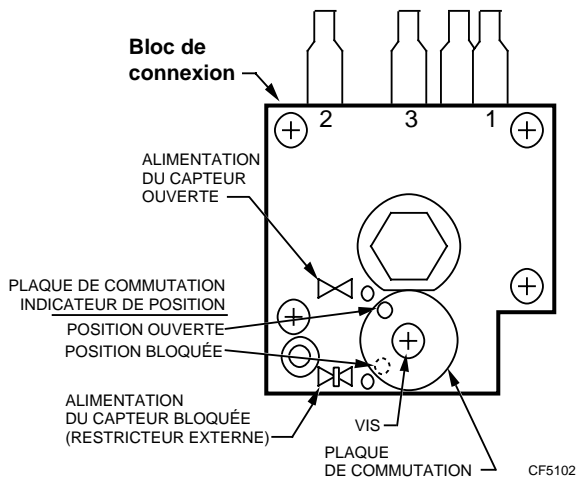

Fig. 3. Alimentation en air du capteur primaire.
- a. Dévisser la vis d'un tour (Fig. 3) et faire tourner la plaque de commutation de 90 degrés dans le sens antihoraire pour mettre l'alimentation du capteur en position bloquée.